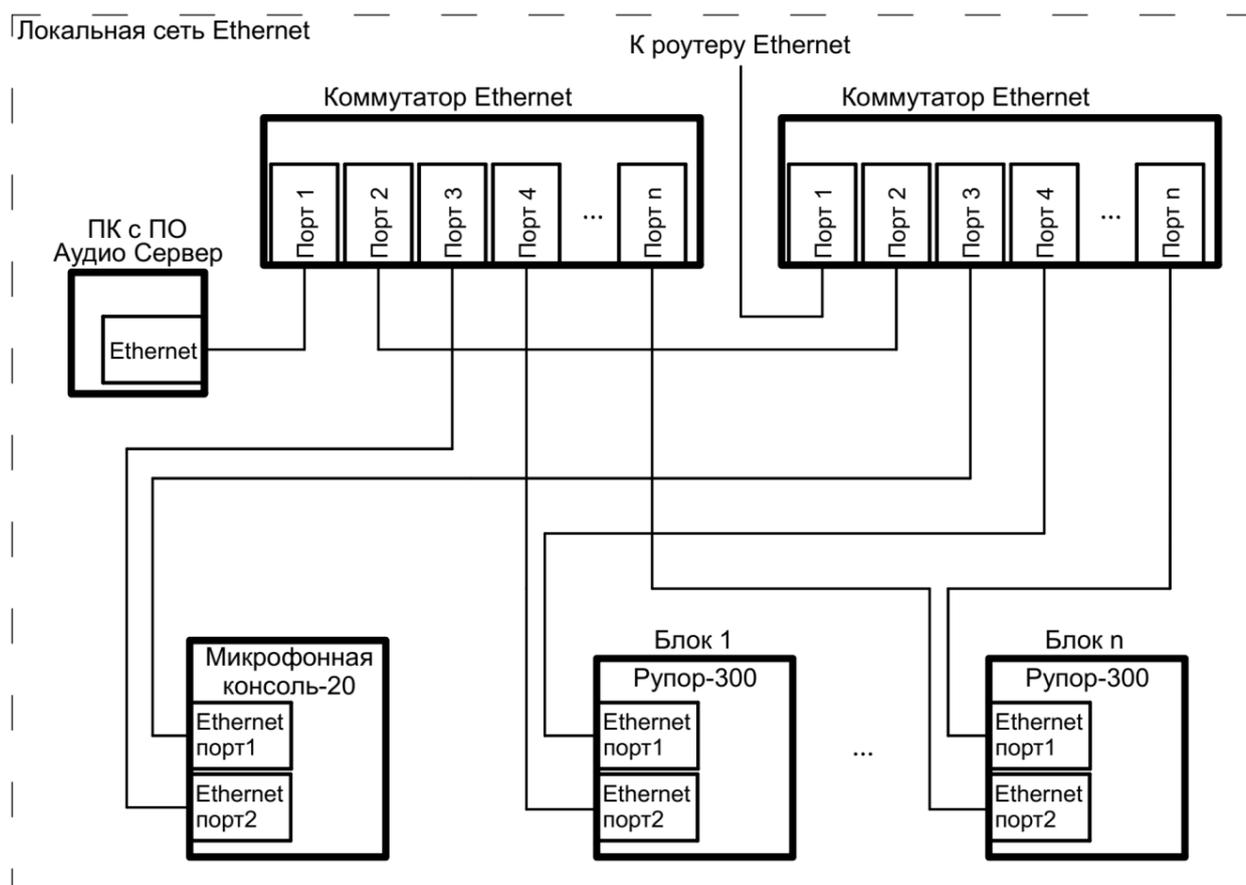
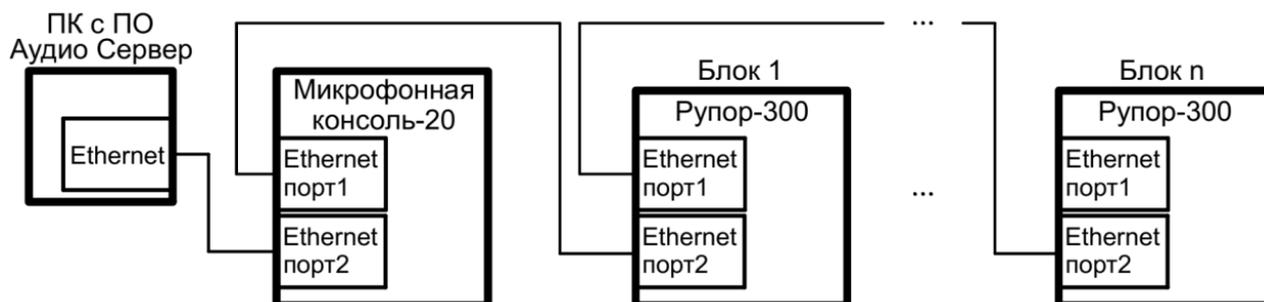

Рисунок 2.2.4. Схема подключения интерфейсов Ethernet с функцией резервирования.
Рисунок 2.2.5. Схема подключения интерфейсов Ethernet без функции резервирования.
2.2.4.5 К разъему Ethernet подключить кабель Ethernet (для связи с блоками речевого оповещения «Рупор-300» и использования ПО «Аудио сервер»). Вторым разъемом Ethernet используется для резервирования канала передачи и дублирует функции первого. Вариант такого подключения приведен далее (Рисунок 2.2.4). Если резервирование не требуется, второй интерфейс допускается не использовать. При этом возможно построение локальной сети без использования дополнительного сетевого оборудования (Рисунок 2.2.5).